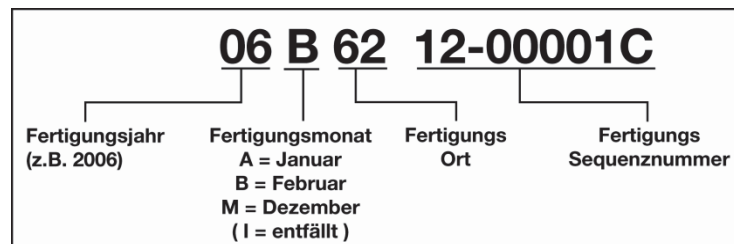

Bild 5-1: Typenschild mit Fertigungsdaten
- ⇒ Alter des Motors am Typenschild feststellen (siehe Bild 5-1).